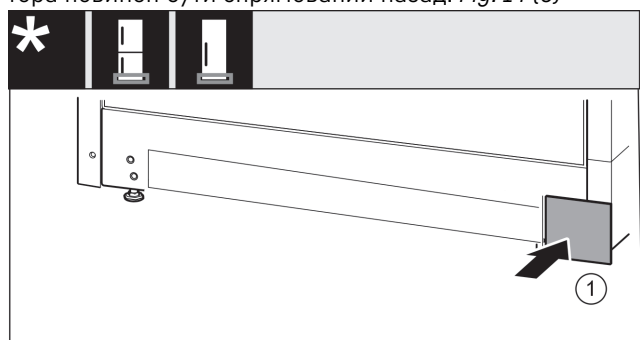

Fig. 15
- ▶ Знову одягнути кришку з іншого боку. Fig. 15 (1)